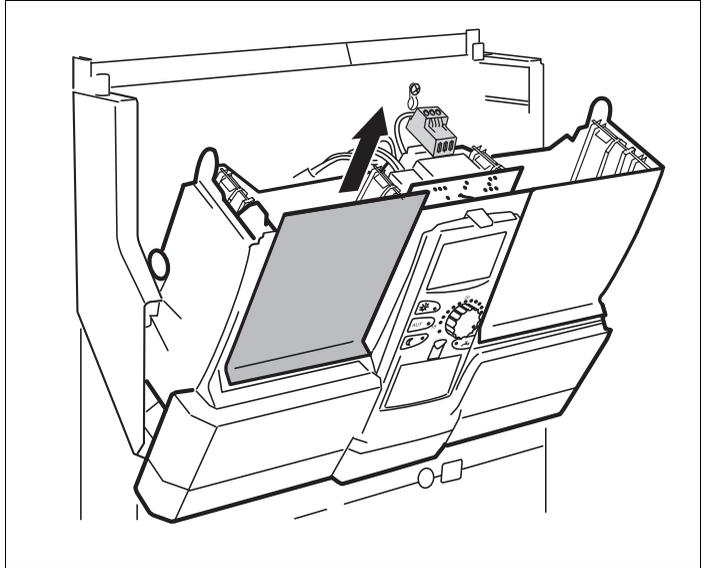

Fig. 5 Retirer la plaque borgne
- Retirer la plaque borgne de la position 1 (fig. 5) dans l'appareil de régulation.